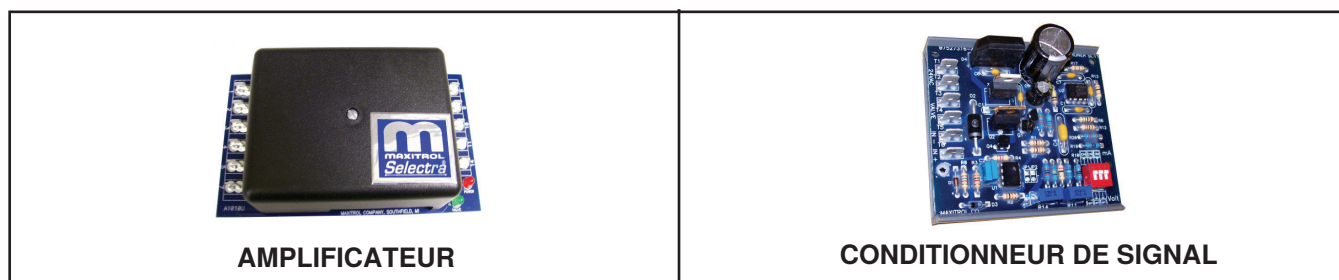

Figure 26. Amplificateur et conditionneur de signal Maxitrol
- **Modulation électronique entre 50% et 100% de taux de tir (option AG8) :** La modulation électronique pour les appareils de chauffage à air d'appoint commandés par un capteur de conduit et un sélecteur de température (55–90°F (12.8–32.2°C)). Le sélecteur de température de réglage de l'option AG8 se trouve sur l'amplificateur (voir Figure 26). L'option AG8 est disponible avec un thermostat de priorité.
- **Modulation électronique entre 50% et 100% de taux de tir (option AG21) :** Dans l'option AG21, la fournaise est équipée d'un conditionneur de signal Maxitrol (voir Figure 26) qui fonctionne de façon très semblable à l'amplificateur décrit plus haut pour commander la valve régulatrice. Le conditionneur accepte un signal d'entrée de 4–20mA ou de 0–10V d'un appareil de commande fourni par le client tel qu'un ordinateur. Lorsque les commutateurs dip du conditionneur sont en position ouverte, le conditionneur accepte un signal de 4–20mA. Lorsque les commutateurs dip du conditionneur sont en position fermée, le conditionneur accepte un signal de 0–10V. Le conditionneur convertit le signal en courant c.c. de 0–20V requis pour commander la vanne modulatrice.